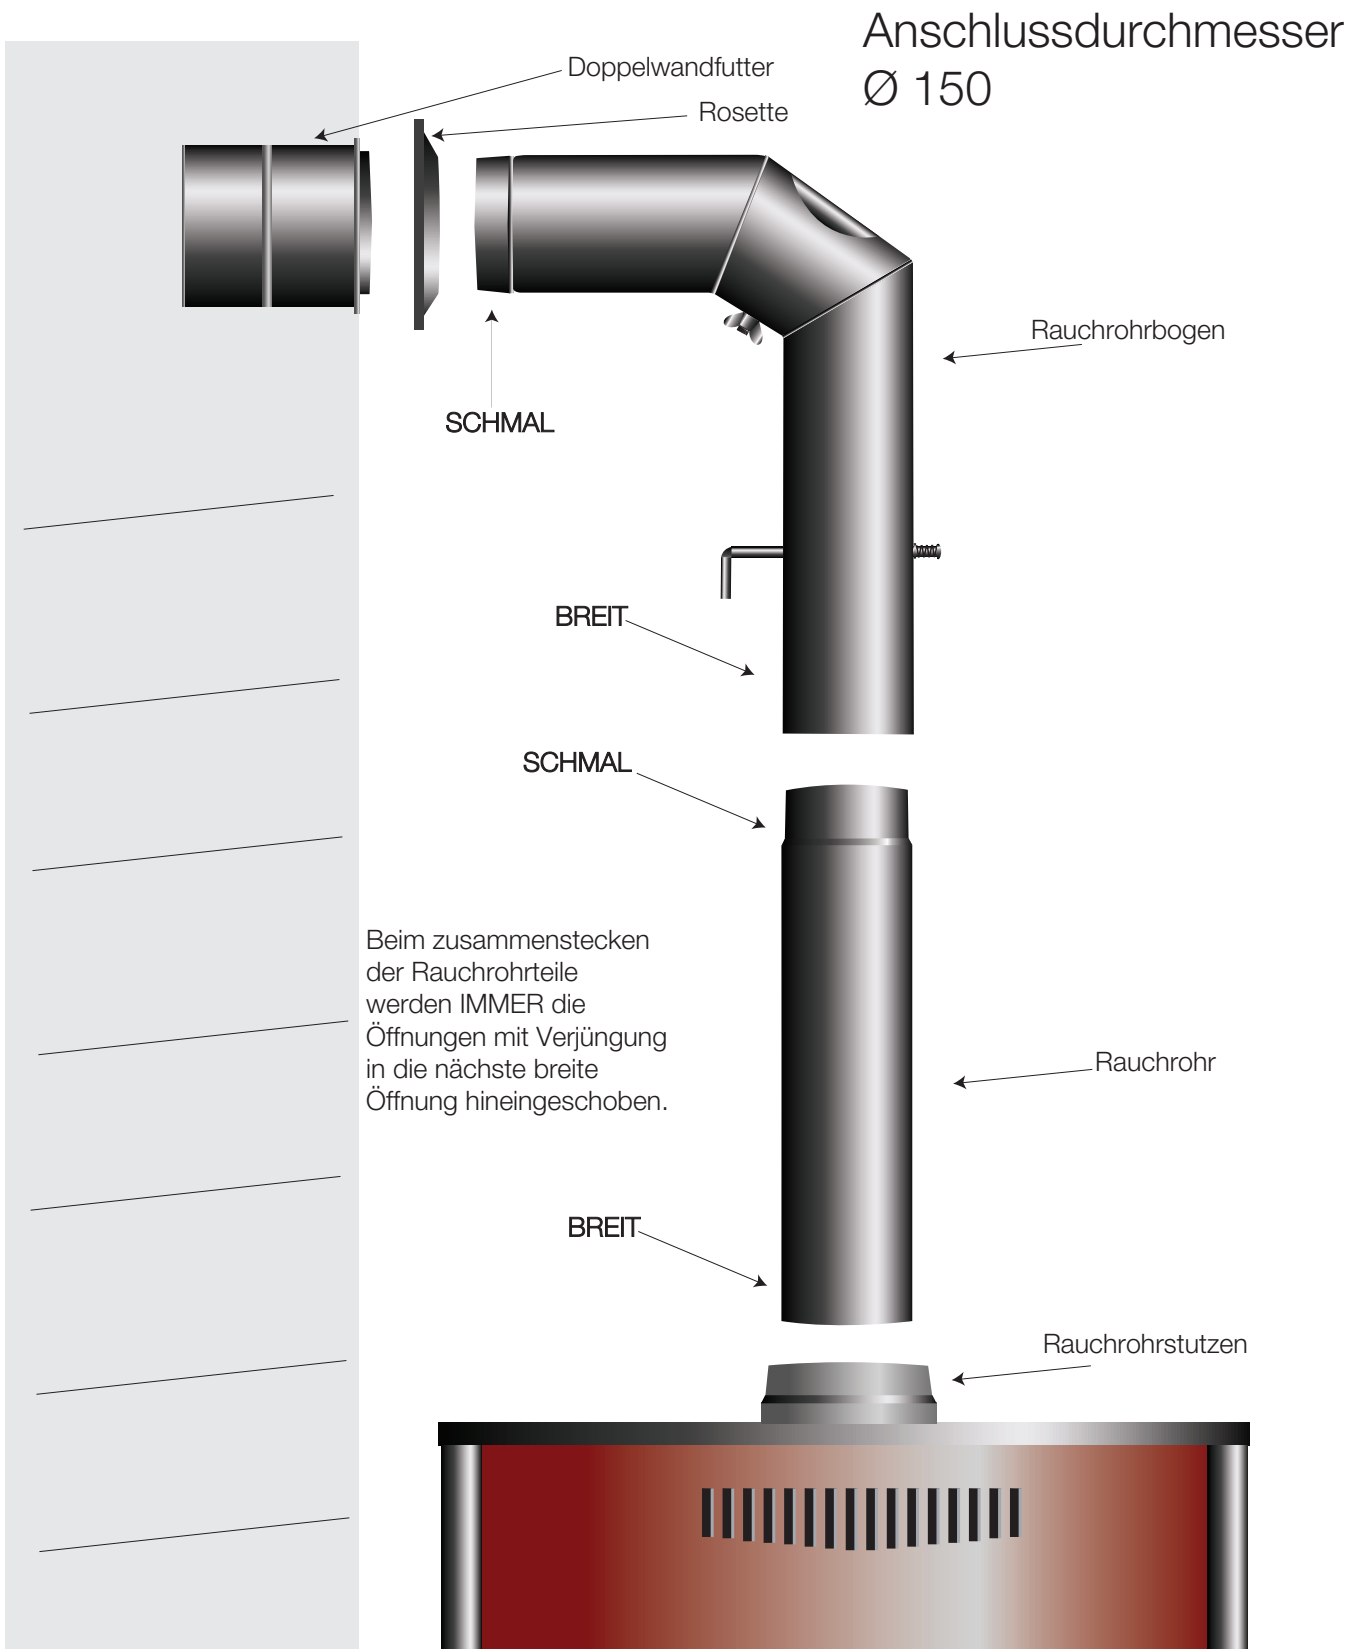

Abbildung 5 Anschluss des Kaminofens an den Schornstein
6. Abbildung 5 Anschluss des Kaminofens an den Schornstein	Seite 7